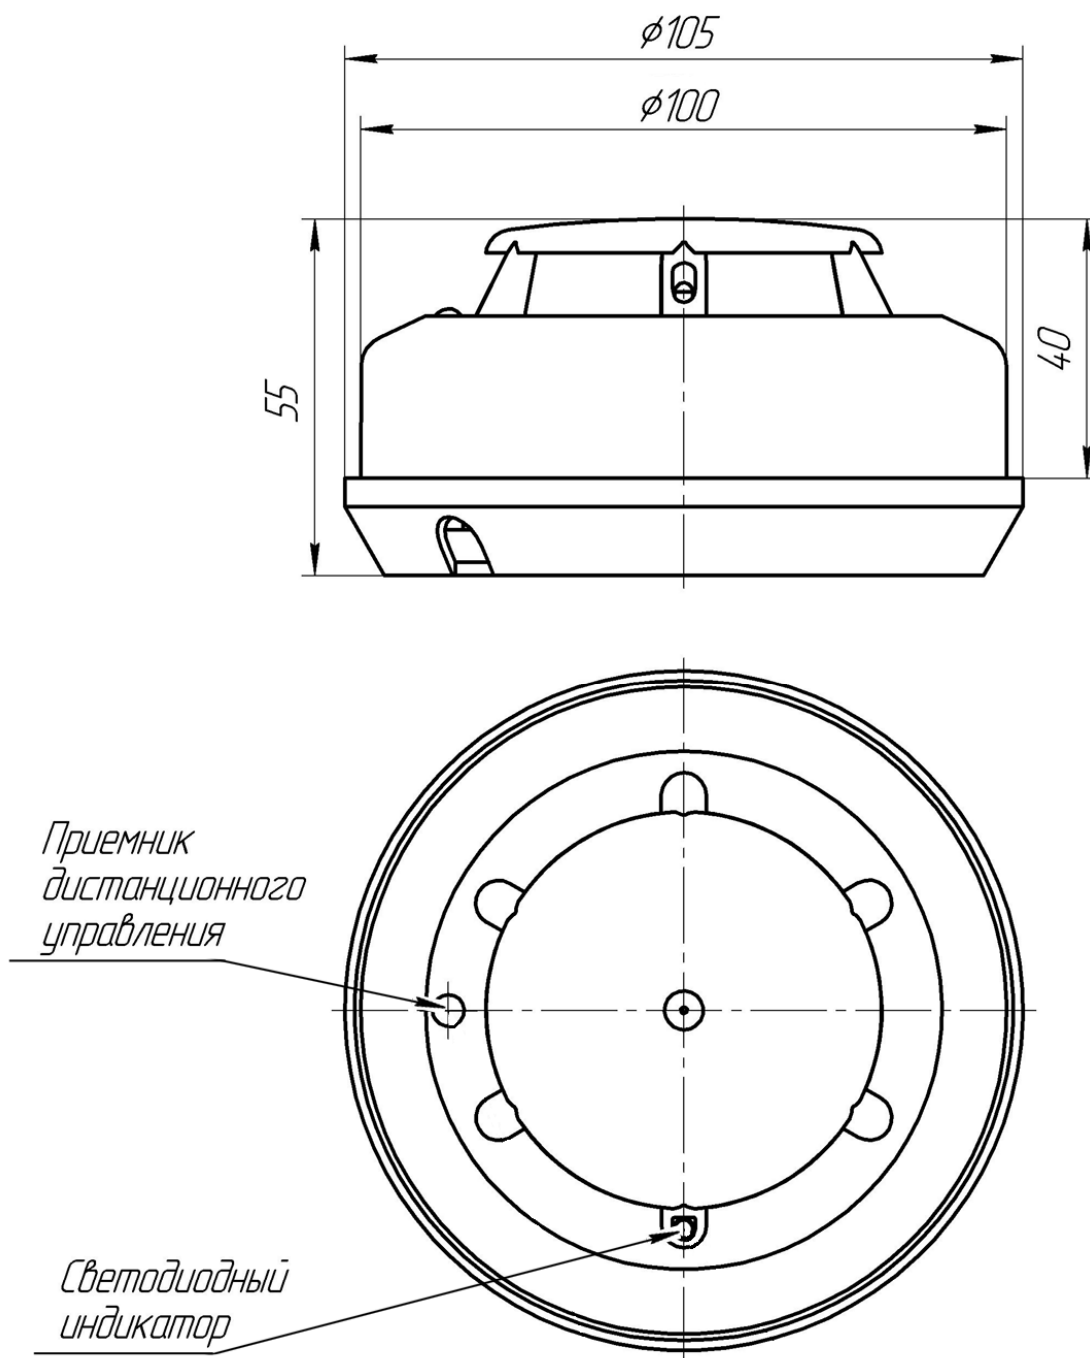

Рис. 1. Общий вид извещателя и габаритные размеры с основанием
1.3.2 Общий вид извещателя приведен на рис. 1.